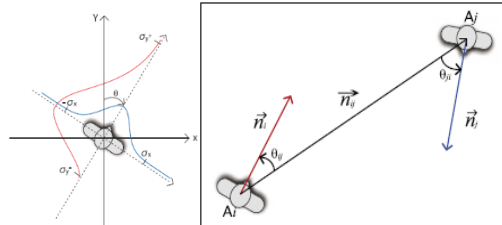

図1 個人空間モデルと
- 前面の空間を他の面より広くとる（図1左）
- 視線の方向性：知り合い、話し合いたいときは q の角度が小さくなる（図1右：矢印の視線方向と対人の角度）